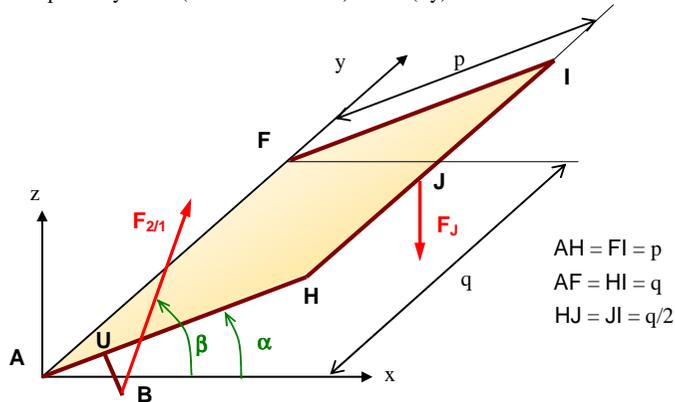

figure 7 : Paramétrage de la plateforme
- La liaison pivot entre la plateforme 1 et 0 est réalisée par le biais (figure 7) :